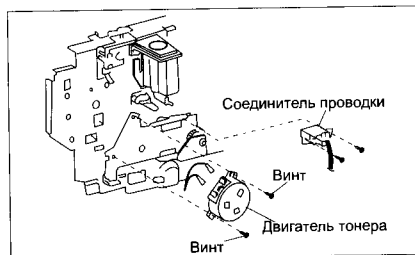

Рис. 9
- откручивают два винта и снимают двигатель перемешивания тонера с узла привода проявителя (рис. 9).